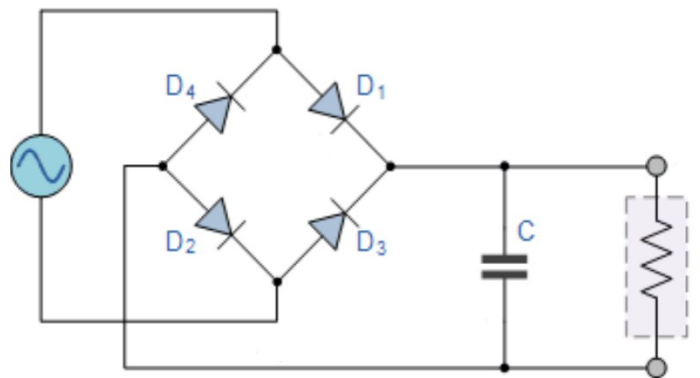

Figura 2: Circuito rectificador de onda completa
- Arme el rectificador de onda completa de la Figura 2, inicialmente sin el capacitor, y aliméntelo con el generador de alterna de valor eficaz 12 V y frecuencia de red (50Hz).